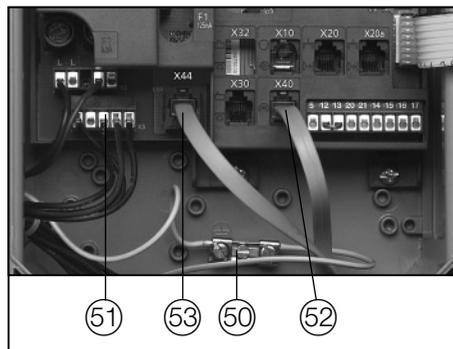
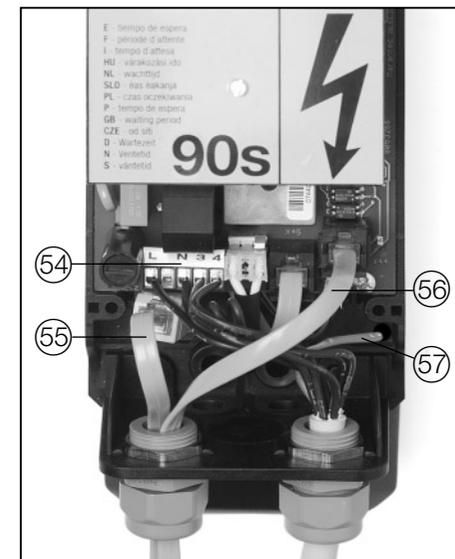

Abb. 8: Anschlüsse in der Steuerung
Abb. 9: Anschlüsse im Getriebemotor mit
- Verbinden Sie die Netzzuleitung des Antriebes steuerungsseitig (Abb. 8) mit der Stiftleiste (51) (PE-Leitung an der Schutzleiterklemme (50) anschließen).
- Schließen Sie die markierte Systemleitung an der Steuersignal-Buchse (53) und die unmarkierte Systemleitung an der Drehzahlsensor-Buchse (52) an.
- Verbinden Sie die Netzzuleitung antriebsseitig (Abb. 9) mit der Stiftleiste (54). Schließen Sie die PE-Leitung an die Schutzleiterklemme (57) an.
- Schließen Sie die markierte Systemleitung an der Steuersignal-Buchse (56) und die unmarkierte Systemleitung an der Drehzahlsensor-Buchse (55) an.